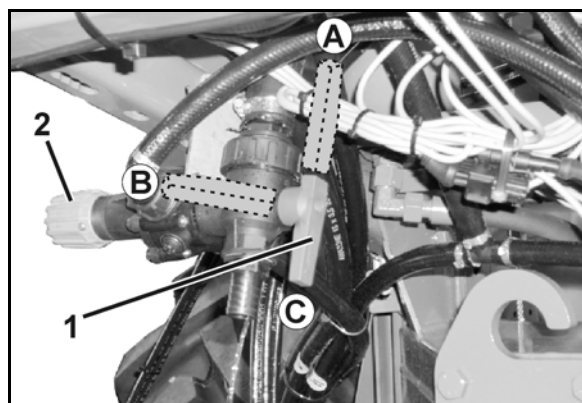

Fig. 123
- DUS- skiftehanen (Fig. 123/1).
- DUS-trykbegrænsningsventilen (Fig. 123/2). DUS-trykbegrænsningsventilen er fast indstillet fra fabrikken side og reducerer trykket i trykomløbssystemet til 1 bar.
- Er DUS-skiftehanen i position (Fig. 123/A), betyder det, at trykomløbssystemet er koblet til.
- Er DUS-skiftehanen i position (Fig. 123/B), betyder det, at trykomløbssystemet er koblet fra.
- Er DUS-skiftehanen i position (Fig. 123/C), kan der tappes væske fra marksprøjten.